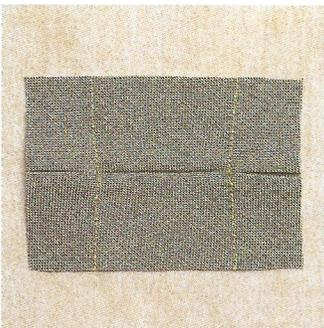

Abb. 10
- Den überflüssigen Stoff abschneiden (Abb. 10).